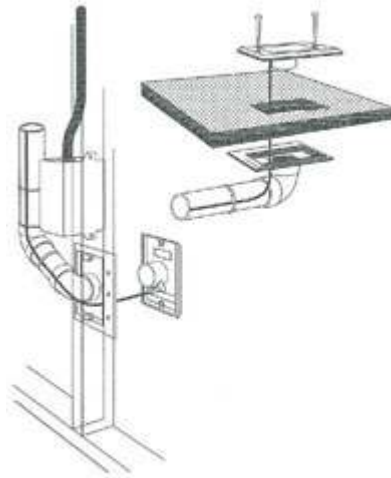

Bild 15
- von einer Saugdose zu einer anderen durch eine Parallelkabelverbindung (Bild 15).